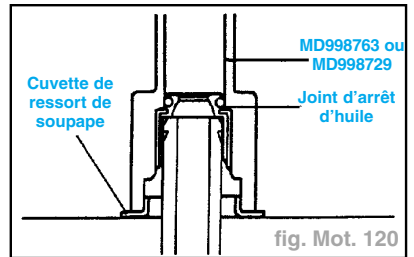

fig. Mot. 120
- A l'aide de l'outil spécial, introduire un joint d'arrêt d'huile neuf dans le guide de soupape (fig. Mot. 120).